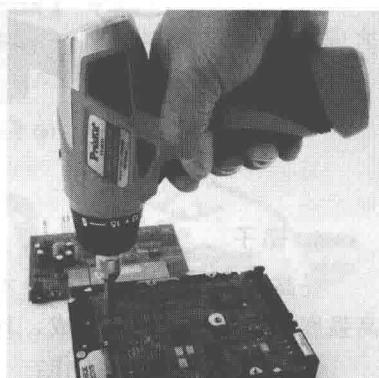

图 1-22 电动螺丝刀的操作方法
(2) 注意事项
- ① 严禁摔打电动螺丝刀，谨防碰撞或掉落现象，否则会产生马达噪音及起子晃动现象。
- ② 电动螺丝刀在工作时若摇晃大时必须停止使用，以免更深度地损坏电动螺丝刀，并知会管理人员安排维修。
- ③ 电动螺丝刀有异常问题时，及时知会管理员送于维修人员修理，一般异常现象为：起子不转动、起子转速不顺、起子头容易脱落或有晃动现象，起子不会自停。
- ④ 当电动螺丝刀力矩过小，不能满足使用时，应停止使用，及时知会管理人员安排更换大力矩的电动螺丝刀。
- 其操作方法如图 1-22 所示。